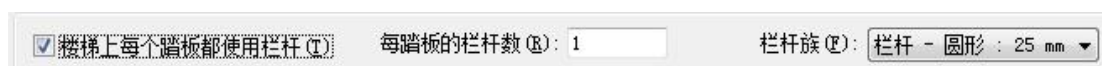

图 8-30 栏杆数
5) 选择“楼梯上每个踏板都使用栏杆”（图 8-30），指定每个踏板的栏杆数，指定楼梯的栏杆族。